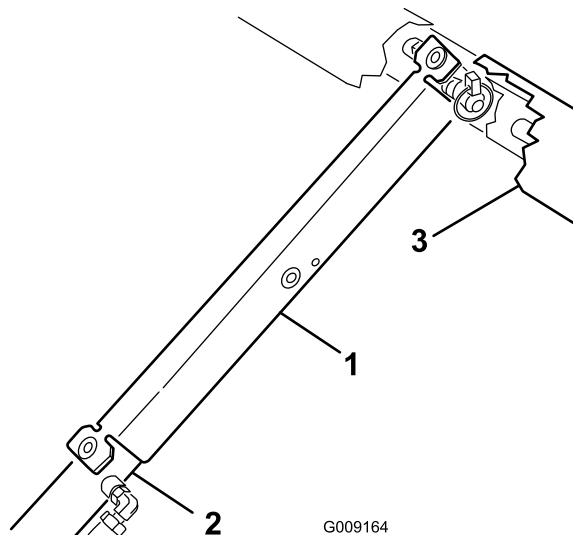

Bild 38
3. Schieben Sie die Ladepritschenstütze auf die Zylinderstange. Achten Sie darauf, dass die Stützenendlaschen auf dem Ende der Zylindertrommel und auf dem Ende der Zylinderstange aufliegen (Bild 38).